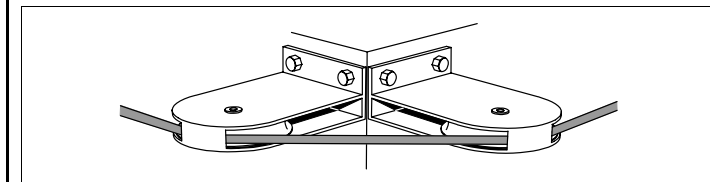

Abb. 3: Umlenken des Seils
- Beim Umlenken des Seils um eine Ecke je 1 Stehrolle auf beiden Seiten der Ecke montieren (siehe Abb. 3).